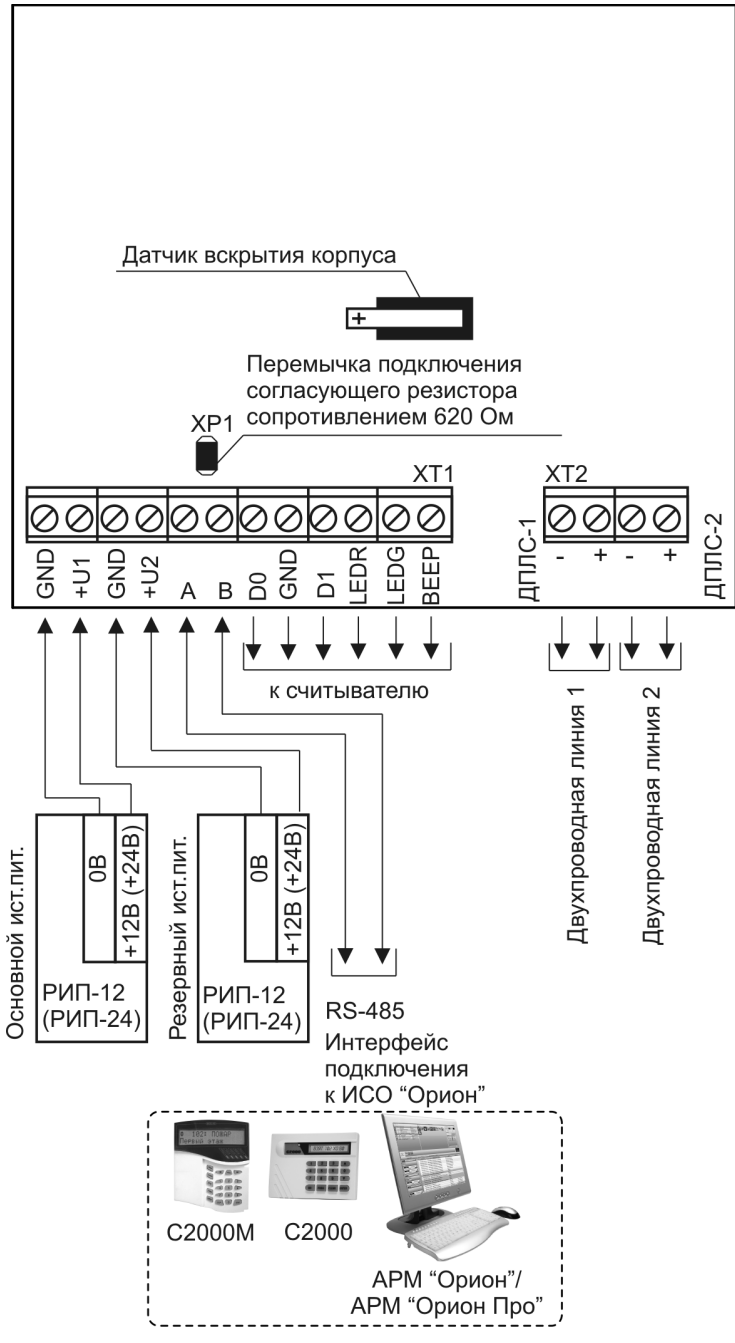

Рисунок 5. Схема внешних соединений «С2000-КДЛ»
1. Подключите соединительные линии в соответствии с проектной документацией и схемой на рис. 5.